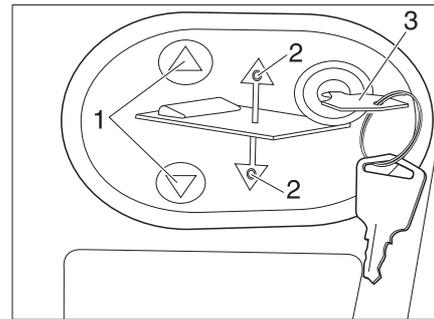

Bild 132 Bedienpanel für elektrisches Hubbett
- Schlüssel (Bild 132,3) in das Bedienpanel stecken.
- Auf Taste  oder  (Bild 132,1) drücken und gedrückt halten. Die jeweilige LED (Bild 132,2) leuchtet und das Hubbett senkt oder hebt sich.
- Wenn die gewünschte Position erreicht ist, Taste  oder  (Bild 132,1) wieder loslassen. Die jeweilige LED (Bild 132,2) erlischt.
- Schlüssel (Bild 132,3) abziehen.